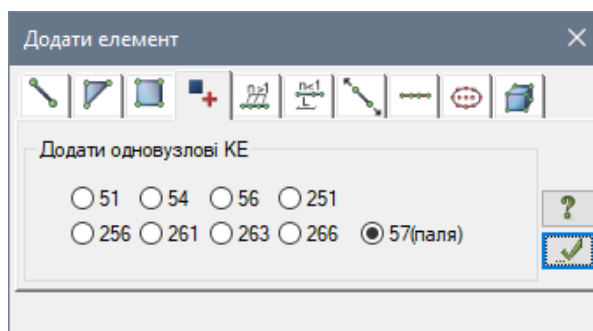

Рис. 22.9. Діалогове вікно **Додати елемент**
- Викличте діалогове вікно **Додати елемент** (рис. 22.9) на закладці **Додати одновузлові KE**, вибравши команду  – **Додати одновузлові KE** у розкритому списку **Додати елемент** (панель **Створення** на вкладці **Створення та редагування**).